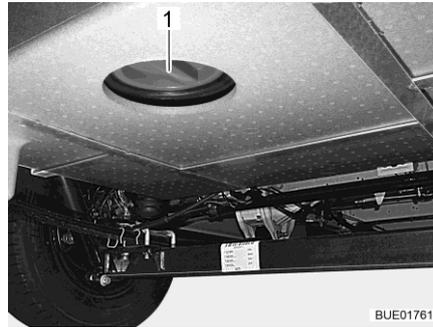

Bild 308 Reinigungsoffnung (Abwassertank)
- Reinigungsoffnung (Bild 308,1) am Abwassertank und den Ablasshahn öffnen.